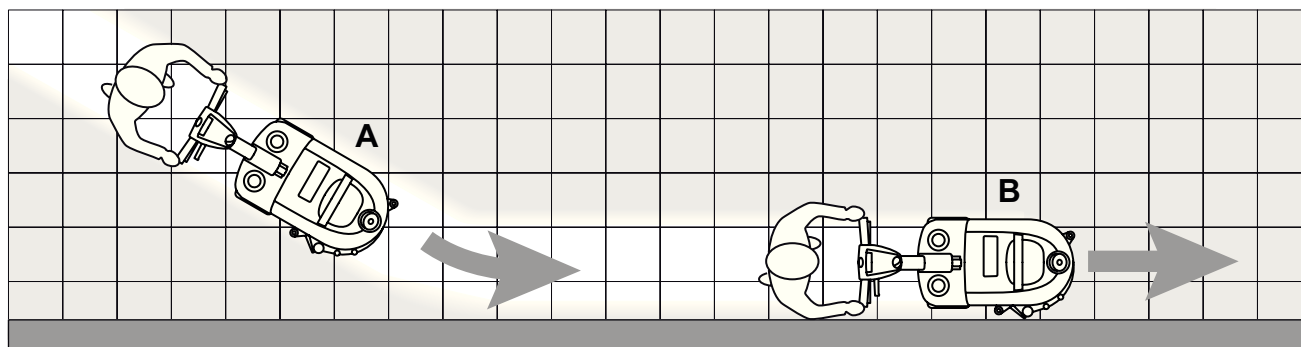

Figura 2
**Pentru curățarea corectă a pardoselilor în apropierea pereților, Nilfisk Alto sugerează deplasarea în apropierea pereților cu partea dreaptă a utilajului conform indicației din figura 2.**